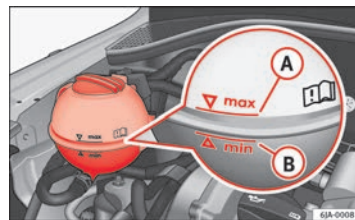

Fig. 119 Compartimento do motor: Depósito do líquido de refrigeração
Para abastecer, recomenda-se a utilização de líquido anticongelante cujo tipo está marcado na tampa do depósito do líquido de refrigeração ⇒ Fig. 119.
- Verifique o nível do líquido de refrigeração no depósito de expansão do líquido de refrigeração ⇒ Fig. 119. Com o motor frio, o nível de líquido de refrigeração deve estar entre as marcas (B) (mín.) e (A) (máx.). Com o motor quente, o nível pode ultrapassar também ligeiramente a marca (A) (máx.).
- Coloque um pano sobre a tampa do depósito de expansão do líquido de refrigeração ⇒ Fig. 119 e desenrosque o tampão com **cuidado**.
Não encha o depósito do líquido de refrigeração acima da marca (máx.) ⇒ Fig. 119 O líquido de refrigeração excedente é expulso do sistema de re-